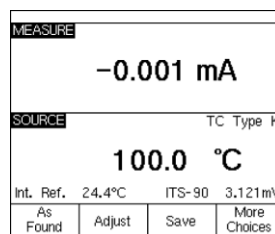

图 4
5、再按 “MEAS/SOURCE” 键一次, 你可以看到输入/输出同时显示于屏幕上 (图 4)。